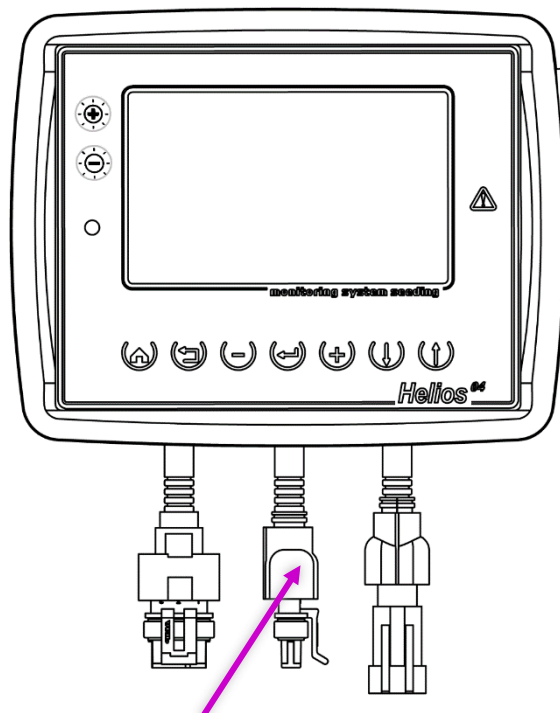

РИСУНОК 49 КАБЕЛЬНЫЙ ВВОД ЖГУТА СВЯЗИ
1. Отключите все датчики высева от кабельного ввода жгута связи на панели оператора (четырёхконтактный разъем, см. «Рисунок 49»).
2. Датчик, которому нужно установить новый программный адрес, подключите к кабельному вводу жгута связи на панели оператора (см. «Рисунок 49»).